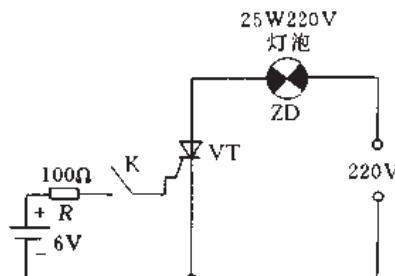

图 2.3.4 交流亮灯法
(2) 交流亮灯法 对于耐压大于 400V 的晶闸管元件；可用图 2.3.4 接线检查。当开关 K 合上，灯亮；K 断开，灯熄，说明元件完好。在 K 断开瞬间，由于交流电压自然过零致使晶闸管自行关断，所以灯熄。